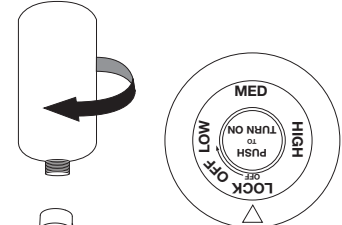

Figura 1a
- Asegúrese de que el regulador y la válvula de control estén a la posición "LOCK OFF" (apagado con cierre puesto), vea la Figura 1a.